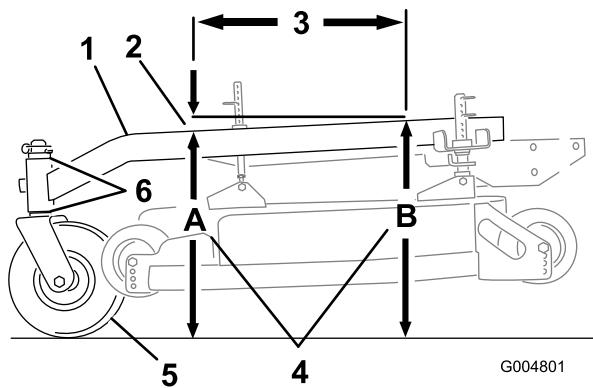

Figure 66
L'inclinaison avant/arrière du bâti porteur doit être comprise entre 3 mm (1/4") et 9 mm (3/8") sur 61 cm (24") de sa longueur (Figure 66).
1. Mesurez 61 cm (24") sur le bâti porteur (Figure 66).
- Mesurez la hauteur du bâti porteur au point **A** (Figure 66).
- Mesurez la hauteur du bâti porteur au point **B** (Figure 66).
- La hauteur au point **A** doit être inférieure de 3 à 10 mm (1/8 à 3/8") par rapport au point **B** (Figure 66).
- Si ce n'est pas le cas, déplacez les entretoises des roues pivotantes de manière à obtenir l'inclinaison voulue de 3 à 10 mm (1/8 à 3/8") (Figure 66). Déplacez les entretoises en haut ou en bas pour corriger l'inclinaison.